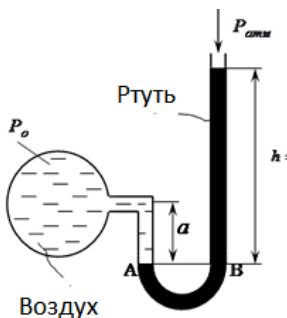

Рис. 2.5
2.14. Определите, на какую высоту ртуть в манометре, если $a = 0,4$ м, давление воздуха в сосуде $p_0 = 1,5$ бар (рис. 2.5).
2.16. Определите, абсолютное давление воздуха в трубопроводе p_0 , если $a = 0,1$ м, $h = 0,375$ м (рис. 2.5).
2.18. Определите, избыточное давление воздуха в трубопроводе p_0 , если $a = 0,1$ м, $h = 0,75$ м (рис. 2.5).